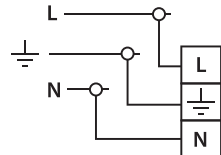

Рис. 1
3. Присоедините подготовленные концы проводов к проводам светильника обозначенных L, N, (символ заземления) способом допустимым «Правилами устройства электроустановок». WOLTA® рекомендует применять клеммные колодки (Рис. 1).